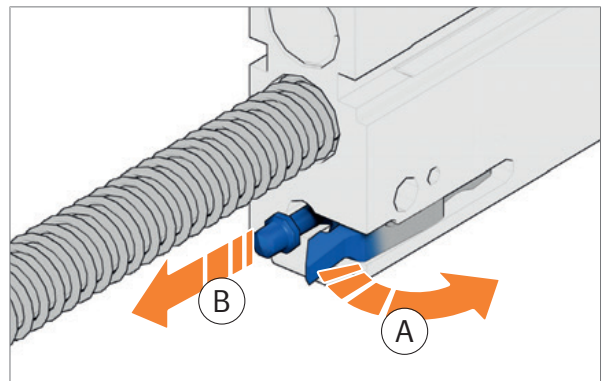

Abb. 107: Schlagbolzen entnehmen
4. Schlagbolzensicherung zur Seite drücken und halten (Abb. 107).
5. Schlagbolzen und Druckfeder für Schlagbolzen aus dem Verschlussträger entnehmen (Abb. 107).